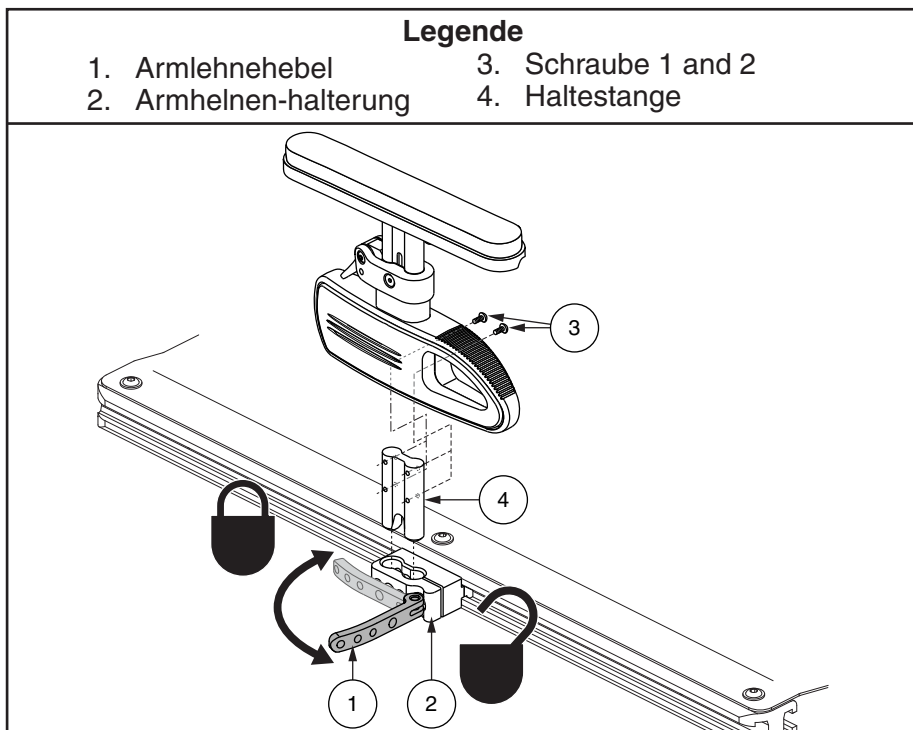

Abbildung 16. Pediatrische Steckarmlehnen mit Einzelstütze und Höhenschnellverstellung
1. Entfernen Sie die Schrauben 1 und 2 aus der Haltestange. **Siehe Abbildung 16.**